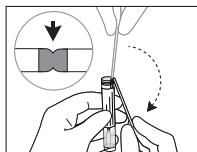

Abb. 2a
- Biegen Sie den Schaft des Tupfers in einem Winkel von 180 Grad, brechen Sie ihn an der Sollbruchstelle ab wobei Sie das Röhrchen vom Gesicht fernhalten. Falls erforderlich, drehen Sie den Tupferschaft vorsichtig, um den Bruch abzuschließen, und entsorgen den oberen Teil des Tupferschafts (Abb. 2a e 2b). Wenn der verwendete Tupfer keine Sollbruchstelle aufweist, schneiden Sie den überschüssigen Teil des Schaftes ab.